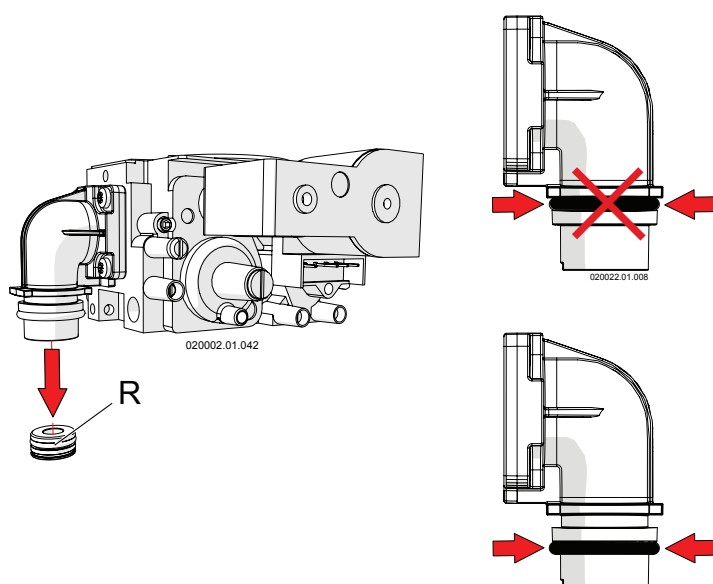

Figura 6-5 - Sostituzione ugello gas e verifica corretta posizione OR
- 10.-sostituire l'ugello del gas "R" (Figura 6-5) con quello indicato nella tabella (Figura 6-7) alla voce "Diametro ugello gas";